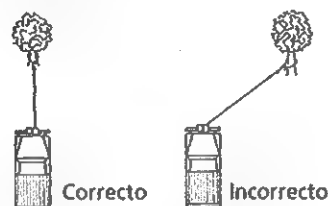

Figura 6
13. **VITE TIRAR CONTINUAMENTE DESDE ÁNGULOS EXTREMOS,** ya que esto causará que el cable de alambre se apile en un extremo del tambor (Figura 6). Esto puede atorar el cable de alambre en el cabrestante dañando tanto el cable de alambre como el cabrestante mismo.